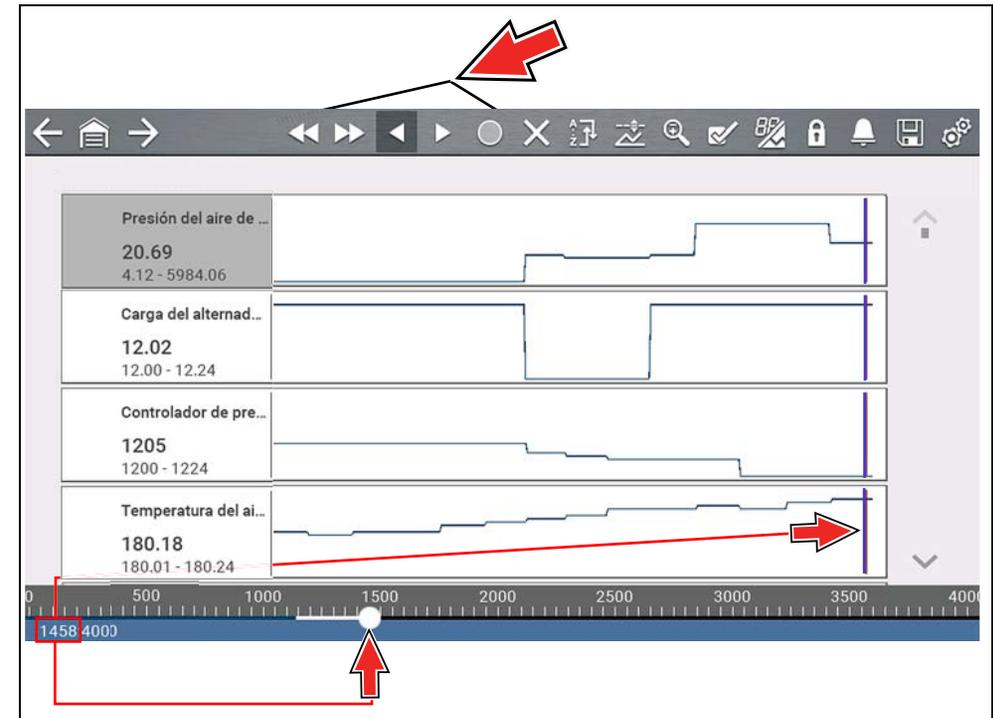

Figura 4-19
- Use los iconos de control de revisión (*Figura 4-19*) para moverse de forma precisa por los datos.
- El cursor azul (vertical) (*Figura 4-19*) muestra su posición en los datos y se indica mediante el valor de posición actual en la pantalla del contador. Este cursor se muestra en todos los Identificador del parámetro.